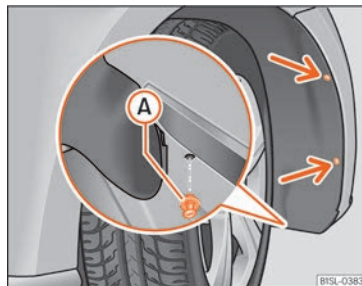
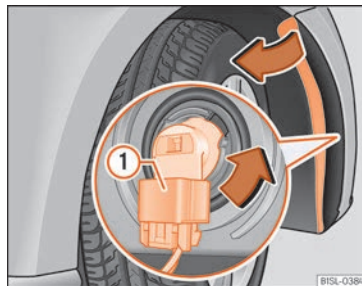

Fig. 87 Al passadroses davanter dret: extraieu els caragols de fixació (fletxes) i retireu el rebll expansioniu (A).
Fig. 88 Canvi de les bombetes dels fars.
- Descaragoleu 2 caragols de fixació del guarniment del passerodes »» fig. 87 (fletxes) amb el tornavís de les eines de bord »» pàg. 76.
- Descaragoleu el rebló expansiu a la part inferior davantera del guarniment del passerodes (A) amb el tornavís de les eines de bord i retireu-lo del tot »» pàg. 76.
- Desbloquegeu el connector »» fig. 88 (1) i retireu-lo.
- Feu girar el portabombetes »» fig. 88 en la direcció de la fletxa, **en sentit contrari a les agulles del rellotge** fins al límit i extraieu-lo juntament amb la bombeta enretirant-lo.
- Endol·leu el connector (1) en el portabombetes.
- Col·loqueu el rebló expansiu en el guarniment del passerodes i el para-xocs i el pressioneu-lo cap a dins completament »» fig. 87 (A).
- Caragoleu fixament els 2 caragols de fixació »» fig. 87 (fletxes) amb un tornavís.